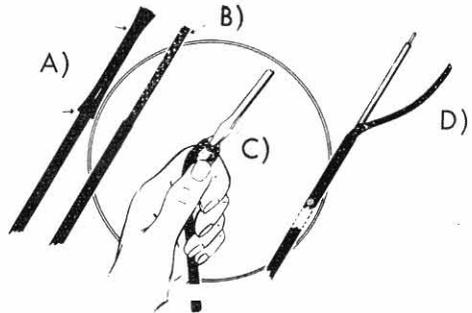

ABBILDUNG 6A
- (✓) Entfernen Sie 25 mm der Aussenisolation am einen und 50 mm am anderen Ende des abgeschirmten (Coax-)Kabels. Dazu wird der Aussenmantel vorsichtig kreisförmig eingeschnitten, um eine Beschädigung des darunterliegenden Abschirmgeflechtes zu verhindern. Dann werden die abgetrennten Enden der Aussenisolation entfernt (siehe Abbildung 6A).
- (✓) Stauchen Sie das Abschirmgeflecht des abgeschirmten Kabels an beiden Enden zusammen. Erweitern Sie dann eine Masche des Geflechts mit einer Ahle oder einem anderen spitzen Gegenstand in der Nähe des stehengebliebenen Aussenmantels. Knicken Sie das Kabel an dieser Stelle scharf nach hinten um und ziehen den Innenleiter durch die so geschaffene Öffnung im Abschirmgeflecht nach aussen. Ziehen Sie das Abschirmgeflecht bandartig aus. Verzinnen Sie die Enden dieser Bänder. Entfernen Sie dann je 6 mm der Innenleiter-Isolation an beiden Kabelenden, verdrehen die freigelegten Litzenenden und verzinnen diese ebenfalls leicht, um ein Ausfransen zu vermeiden (siehe Abbildung 6A).
zu Abbildung 6A: